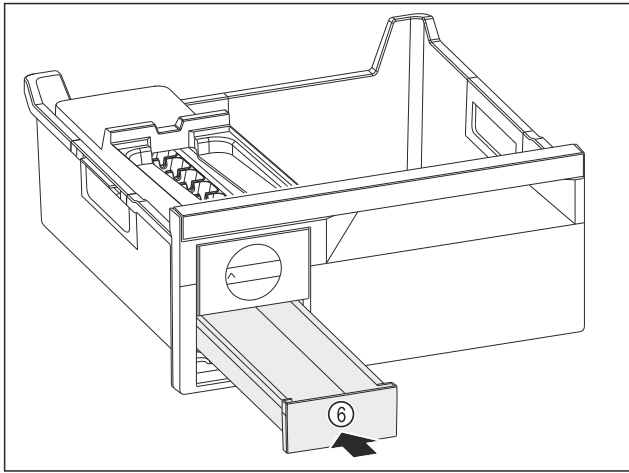

Fig. 135
▶ Introducir el cajón para cubitos de hielo Fig. 135 (6).